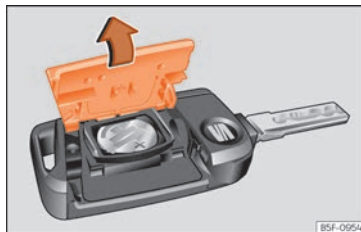

Fig. 141 Clé du véhicule : ouvrez le cache du logement des piles.
- Retirez le couvercle de la partie arrière de la clé du véhicule  **fig. 141** dans le sens de la flèche .
- Placez le couvercle comme indiqué  **fig. 141**, et appuyez-le sur le boîtier de la